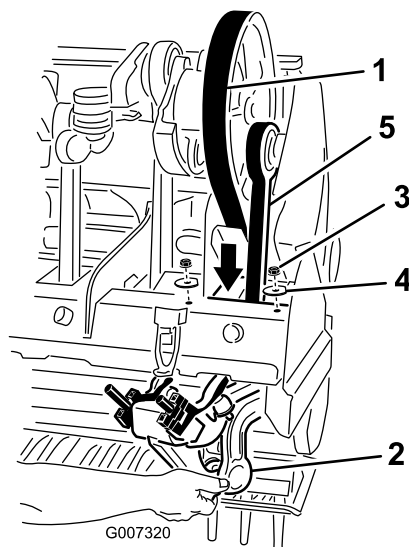

Figura 39
5. Desaperte e retire as 2 porcas de bloqueio e anilhas que fixam o amortecedor rotalink no braço n.º 1 (Figura 39).
7. Passe a correia de transmissão para baixo através da estrutura da cabeça de perfuração e em torno da extremidade inferior do braço N.º 1 (Figura 39).